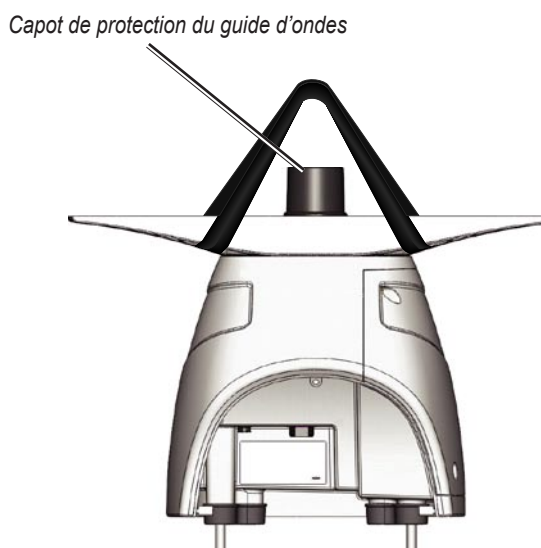

Figure 5
2. Utilisez la sangle fournie pour hisser le radar jusqu'à l'emplacement de montage. Passez la sangle autour des extrémités du support d'antenne (Figure 5). Veillez à positionner la sangle aussi près du radar que possible.